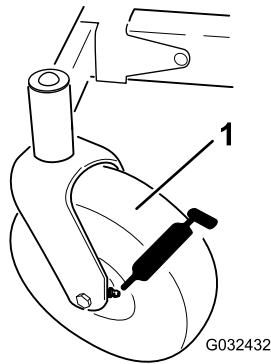

Figura 37
3. Limpie con un trapo los puntos de engrase (Figura 37).
4. Conecte una pistola de engrasar a cada punto de engrase (Figura 37).